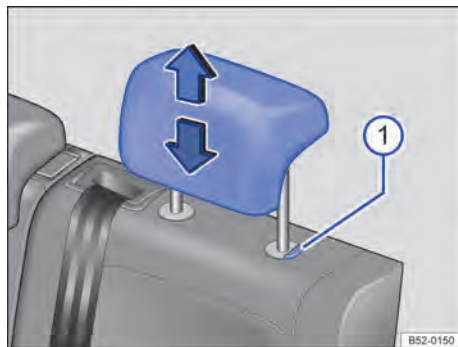

Fig. 67 Apoio para cabeça traseiros: ajustar.
- Deslocar o apoio para cabeça para cima ou para baixo na direção da seta com o botão → Fig. 67 pressionado → na página 80 em *Introdução ao tema*.
- Retirar o apoio para cabeça com o botão → Fig. 67  pressionado.
- Empurrar o apoio para cabeça para baixo com o botão → Fig. 67  pressionado.